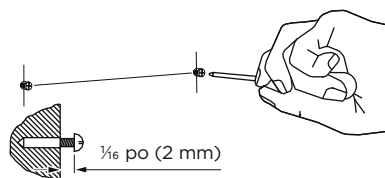
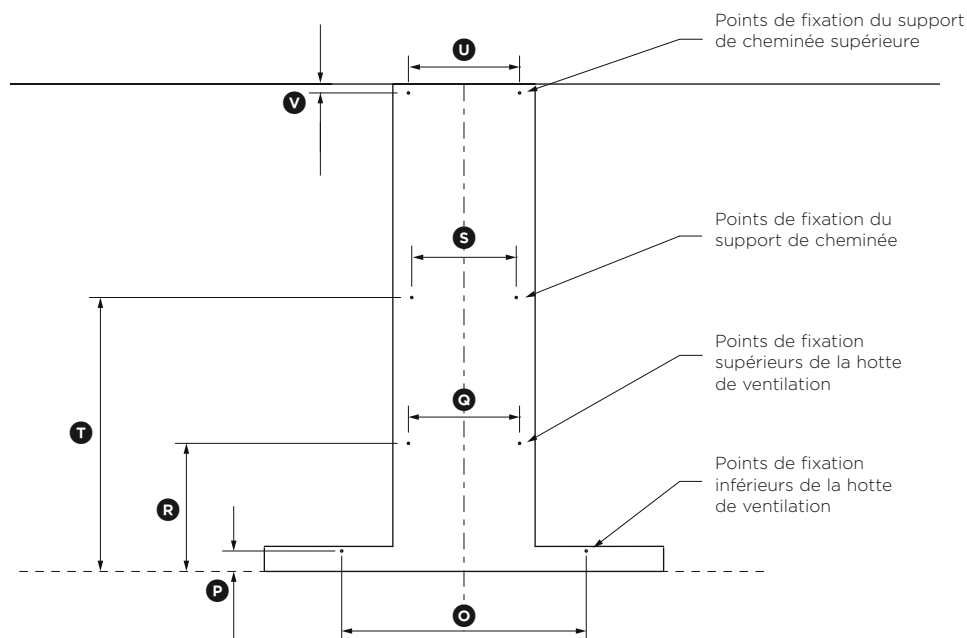

Fig.1
Fig.2
- Fixez le support de cheminée et le support de cheminée supérieure (si vous utilisez cette dernière) aux emplacements indiqués dans la Fig.2 (page 39) et la Fig.3 (page 40). Utilisez les vis de 1 $\frac{3}{16}$  po (30 mm) (ainsi que les chevilles expansibles, si vous les fixez à la maçonnerie).
- Fixez les vis de montage supérieures de la hotte de ventilation aux emplacements indiqués dans la Fig.2 (page 39) et la Fig.3 (page 40). Utilisez les vis de 1 $\frac{3}{16}$  po (30 mm) (ainsi que les chevilles expansibles, si vous les fixez à la maçonnerie). Assurez-vous de laisser un espace de  $\frac{1}{16}$  po (2 mm) entre la tête de vis et le mur (Fig.1).